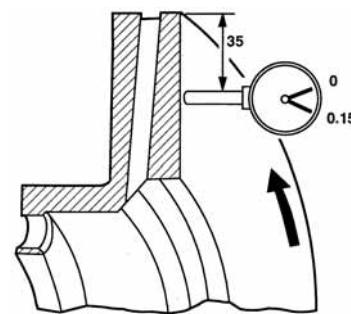

Рис. 21
- Закрепите стрелочный индикатор на суппорте тормоза. Вращая тормозной диск, замерьте его биение, как показано на Рис. 21. Предельно допустимое значение биения составляет 0.15 мм.